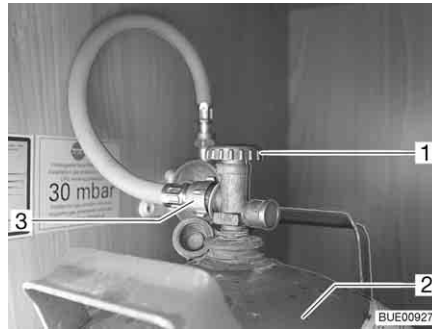

Fig. 124 Compartiment à gaz
- Fermer le robinet principal (Fig. 124,1) de la bouteille de gaz (Fig. 124,2). Observer le sens de la flèche.
- Dévisser à la main la lyre (Fig. 124,3) de la bouteille de gaz (filetage à gauche).